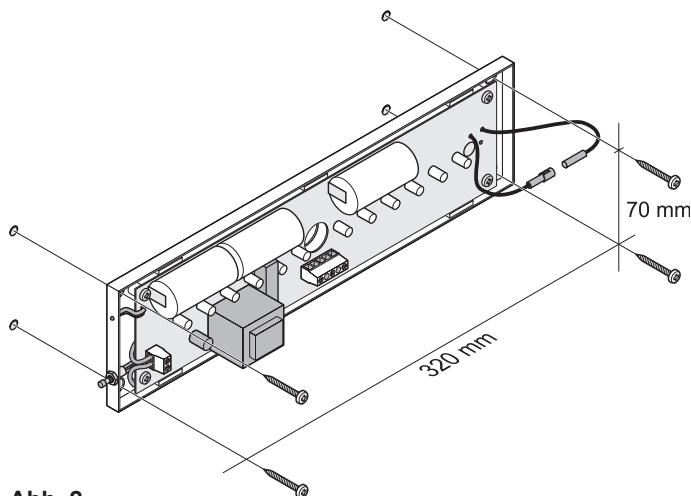

Abb. 2
4. Montageplatte mit geeigneten Schrauben (nicht im Lieferumfang) am Montageort befestigen (Abb. 2).